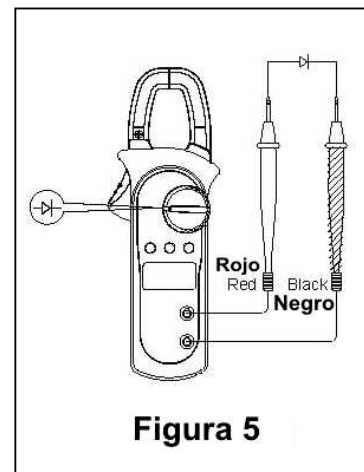

Figura 5
C. Prueba de Diodos (ver figura 5).